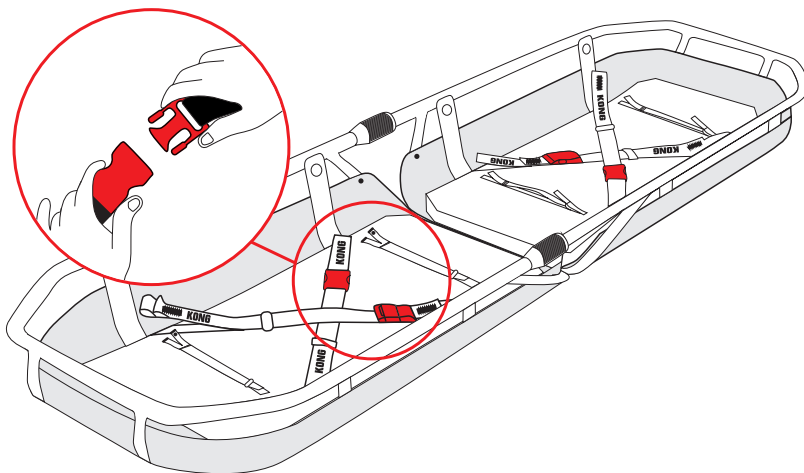

Fig.10
- sganciare le fibbie ed aprire le fettucce di bloccaggio (fig. 10),